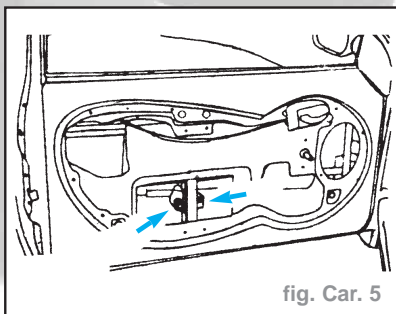

fig. Car. 5
- Séparer la vitre du lève-vitre (deux vis) (fig. Car. 5).